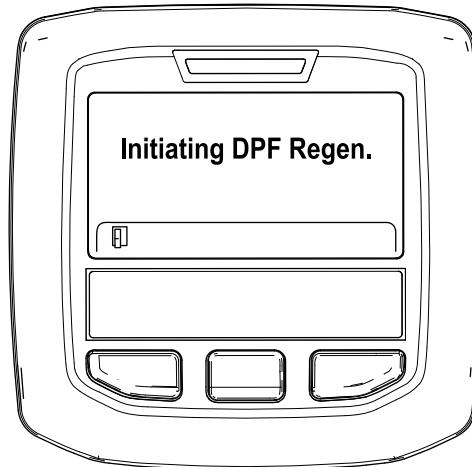

Figura 34
- A. Surge a mensagem “Initiating DPF Regen. (A iniciar Regen. DPF.) (Figura 34).